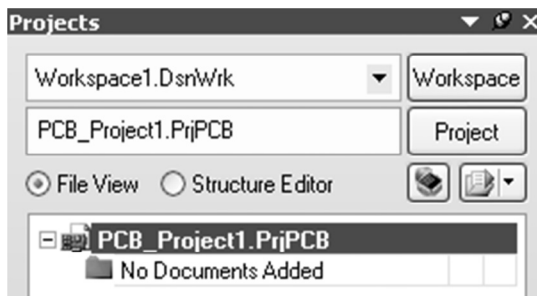

Рис. 3.1. Проект печатной платы
2. Открывается панель **Projects** (рис. 3.1), на которой отображается новый файл проекта PCB_Project1.PrjPCB (без добавленных документов).